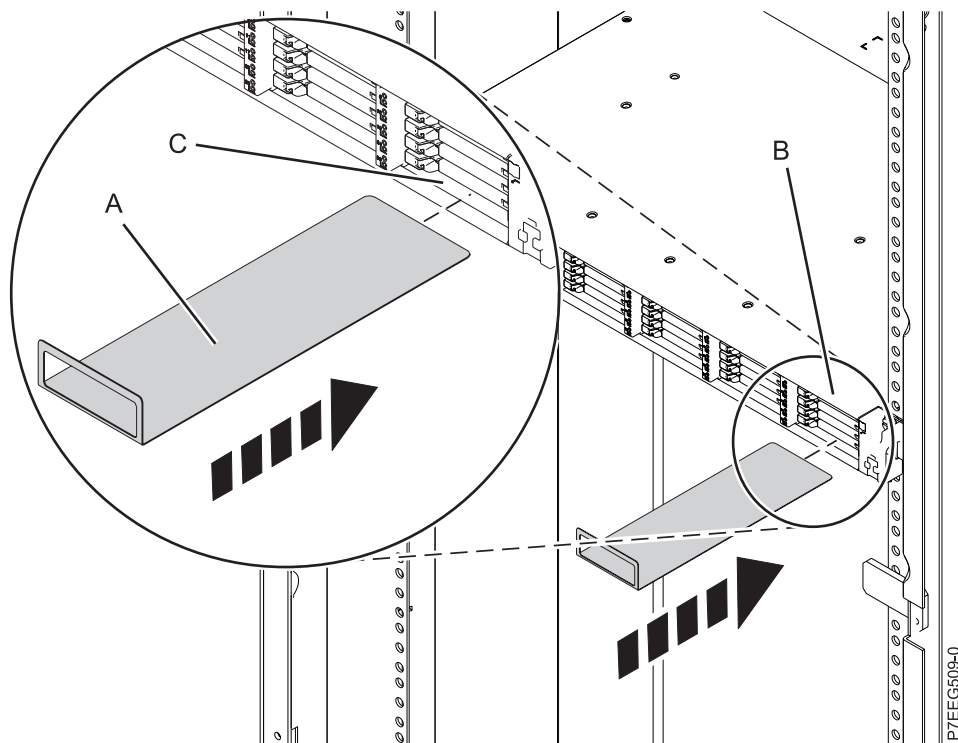

Figure 16. Insertion de la carte de service
- f. Sur le panneau avant du boîtier, tenez la carte de service (A) par sa poignée, face vers le haut et sans toucher le boîtier, comme illustré à la figure 16. Alignez l'autre extrémité de la carte sur le bas de la dernière rangée d'unités SSD, sur la droite du boîtier (B). Faites doucement glisser la carte dans l'espace situé entre l'emplacement SSD inférieur et la paroi métallique du châssis (C).